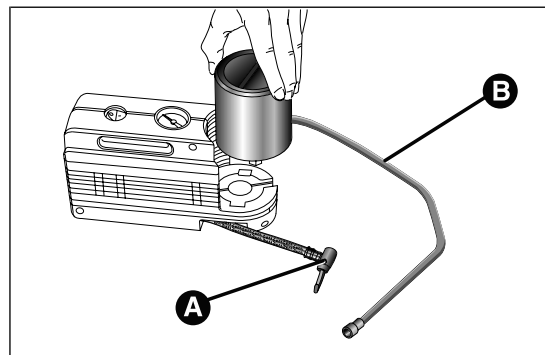

fig. 160
- ☐ desacoplar el acoplamiento A fig. 160;